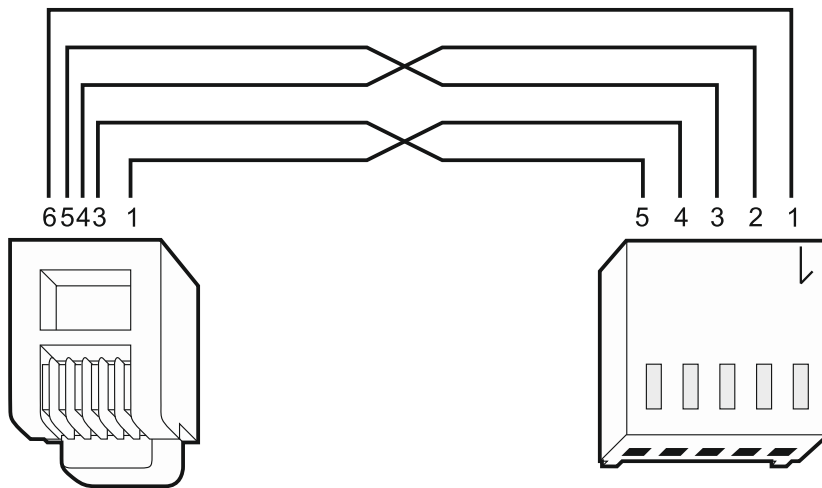
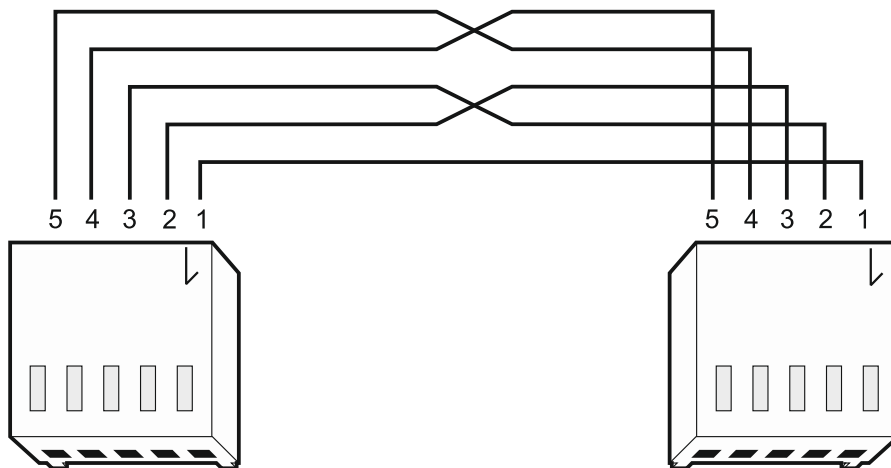

Abb. 5. Kabel zur Verbindung der RS-232-Schnittstelle des Moduls INT-GSM und einer INTEGRA / INTEGRA Plus Zentrale mit der RJ-Buchse.
Abb. 6. Kabel zur Verbindung der RS-232-Schnittstelle des Moduls INT-GSM und einer INTEGRA-Zentrale mit der PIN5-Buchse.
2. Soll die Alarmzentrale über das Modul mittels des DLOADX Programms parametrierbar werden, dann verbinden Sie die RS-232-Schnittstelle des Moduls mit der RS-232-Schnittstelle der Zentrale. Je nach der Alarmzentrale benutzen Sie das bestimmte Kabel: INTEGRA mit der Buchse Typ RJ / INTEGRA Plus: **RJ/PIN5** (Abb. 5), INTEGRA mit der Buchse Typ PIN5: **PIN5/PIN5** (Abb. 6), Die erwähnten Kabel sind im SATEL-Angebot verfügbar.